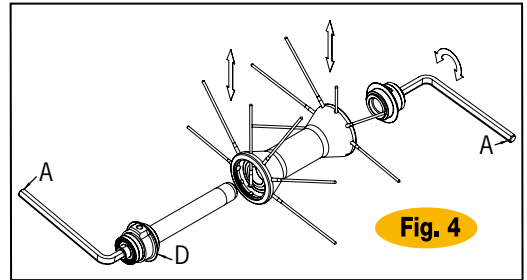

Fig. 4
- Infilate le chiavi a brugola da 5mm (A) dentro agli scontri alle estremità dei mozzi e ruotatele in senso antiorario (Fig.4).
- Sfilate il raggio da sostituire e infilate il raggio nuovo (Fig.4).
- Inserite nuovamente il perno nel corpo mozzo e bloccate lo scontro mobile con coppia di chiusura pari a 15 Nm. Eseguite se necessario una registrazione del mozzo tramite la ghiera (D), come riportato in questo manuale alla Sezione II: Mozzi- Mozzo anteriore. Controllate la scorrevolezza della ruota.